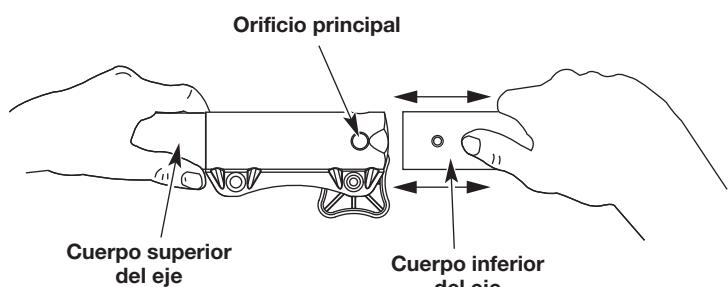

Fig. 3
2. Mientras sostiene el accesorio con firmeza, empuje en línea recta hacia dentro del acoplador hasta que el botón de desconexión encaje firmemente en el agujero principal (Fig. 3).
PRECAUCIÓN: Antes de operar esta unidad, cerciórese de que el botón de desconexión esté completamente encajado en el agujero principal (Fig. 3) y de que la perilla (Fig. 1) esté firmemente apretada.
3. Al tiempo que sujetá firmemente la caja del eje superior, saque el accesorio del acoplador (Fig. 3).